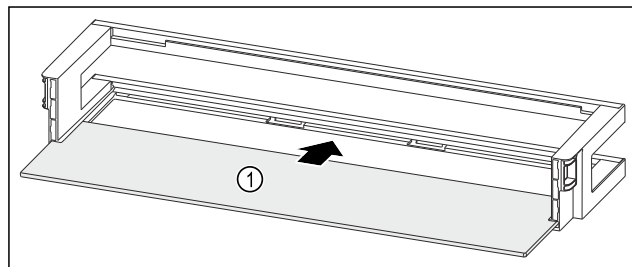

Fig. 123 Balconcino controporta con ripiano
- Inserire il ripiano Fig. 123 (1) negli incavi laterali.